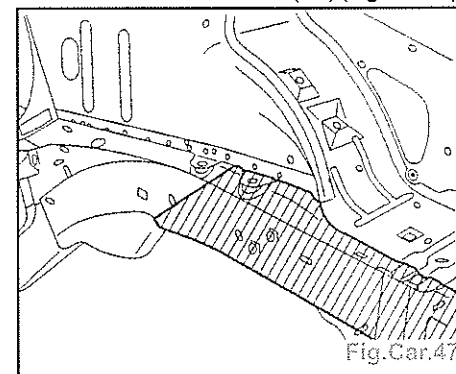

Fig.Car.47
- Pulvériser de la cire fluide (C5) (Fig.Car.47).